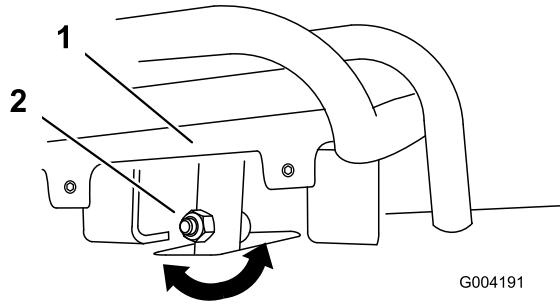

Figura 50
4. Si la parte delantera del control de tracción no queda enrasada con y paralela a la barra de referencia, afloje la tuerca con arandela prensada y el perno del tubo del control de tracción (Figura 50).
5. Ajuste el control de tracción hasta que quede enrasado con la barra de referencia al tirar del mismo hacia atrás del todo (Figura 50 y Figura 51).